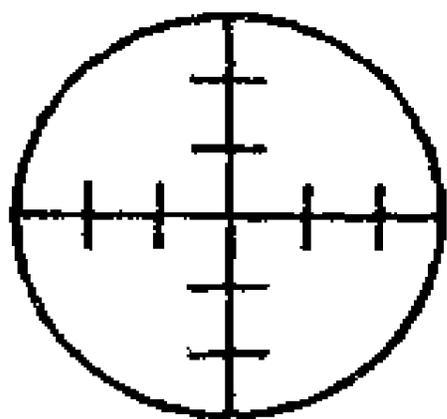

图 92
(1) 将按照目镜筒内径大小加工好的平面薄玻璃片，浸入事先融化好的热石蜡中。钳出来后，趁石蜡还未冷却凝固，尽量把粘在玻璃上的多余石蜡甩掉，使留在玻璃片上的石蜡层越薄越好。
(2) 用锋利的针尖，仔细在玻璃片的蜡面上刻上十字线，如图 92。刻好后，对着光亮的地方，看到所刻的线条光滑透亮即可。
(3) 用塑料棒蘸一点氢氟酸，在刻线上来回拖拉三四次（注意不要碰脱蜡层）。然后，在自来水下冲洗，把氢氟